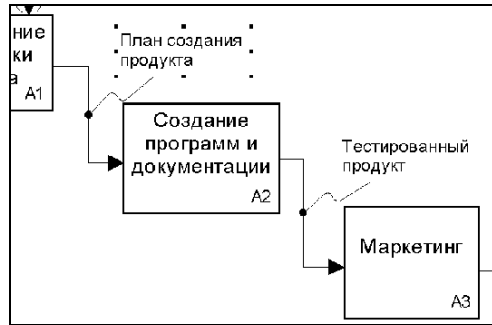

Рисунок 3.2 – Создание присоединительных меток
- * Когда дуга мерцает, отработайте кнопкой мыши на дуге (рисунок 3.2).